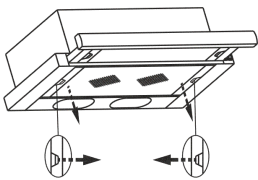

рис. 7
- снимите алюминиевый фильтр, для этого нажмите на пружинный замок на фильтре и потяните его вниз и на себя (рис. 7);
- 8.3 Для очистки алюминиевого фильтра извлеките его из вытяжки (рис. 7) и произведите его очистку с помощью щетки водным раствором нейтрального моющего средства вручную или в посудомоечной машине (при 60°C). Сильно загрязненный фильтр не следует мыть в посудомоечной машине.